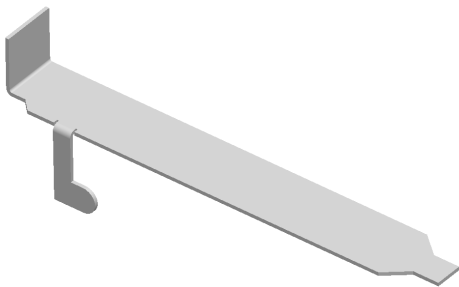

图 13-20 以上色样式显示模型
(6) 单击前导视图工具栏中的【显示样式】按钮, 弹出列表框, 单击【上色】按钮, 以上色样式显示模型, 如图 13-20 所示。